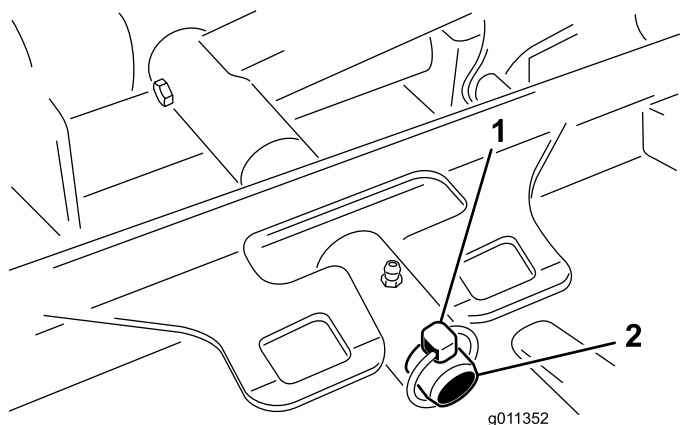

Рисунок 98
3. Снимите штифт с кольцом (на машинах Groundsmaster 4500) или стопорную гайку (на машинах Groundsmaster 4700), с помощью которых несущая рама деки крепится к оси поворота подъемного рычага (Рисунок 98).
2. Наденьте несущую раму деки на шкворень подъемного рычага (Рисунок 98). Закрепите деку на оси с помощью штифта с кольцом (на машинах Groundsmaster 4500) или стопорной гайки (на машинах Groundsmaster 4700).